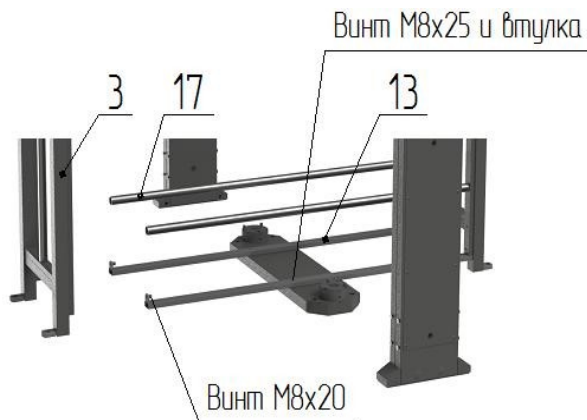

Рис. 2
- к вертикальным стойкам лицевых решеток с внутренней стороны установите нижние стяжки **13** и закрепите винтами М8 к решеткам и к плоскости напольной плиты **7** (рис.2);